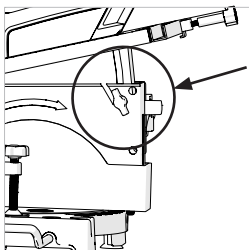

Fig. 5
- Levante a mesa até a sua posição mais elevada e aperte o parafuso de ajuste de altura. **(Fig. 5)**